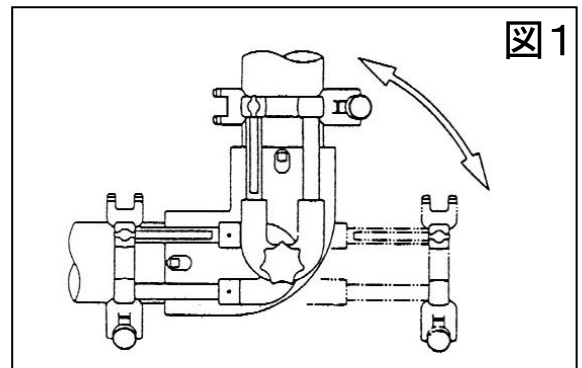

図1
##### ①角度調整ノブを緩めインデックスプランジャーを引き、継手の角度に合わせて下さい。（図1）